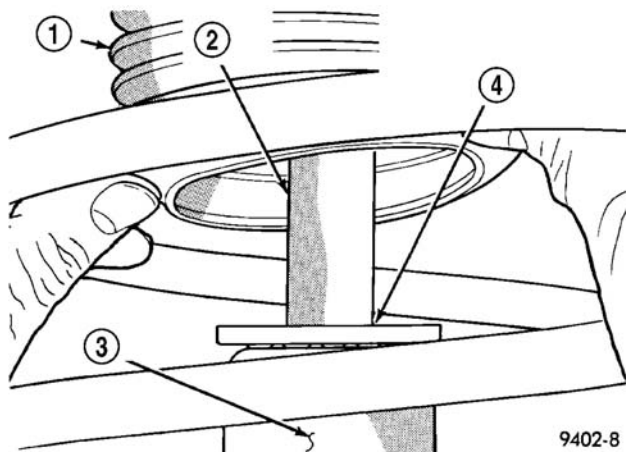

图 39 滑柱总成渗漏检查（典型）
- （2）检查滑柱总成防尘罩有无损坏或磨损（图 39）。
（4）提起防尘罩（图 39），检查滑柱总成的储液罐上端有无漏液现象。（实际漏液状况为油液向下流并从滑柱总成下端滴落）。在滑柱杆和滑柱轴封之间的少量渗漏是正常的，不影响滑柱总成的性能（图 39）。还要检查缓冲块有无损坏或变质的迹象。